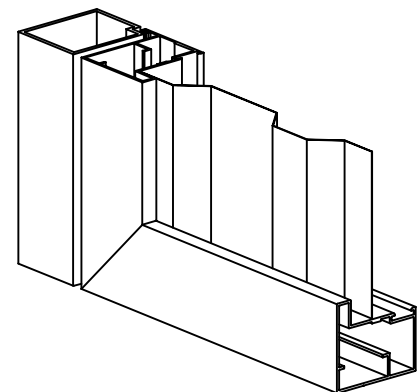

Рис. 7.6.5 – Калитка со встроенным монтажем, направлением открывания влево, наружу
- калитки со встроеным типом монтажа с открыванием наружу (рис. 7.6.5, 7.6.6);